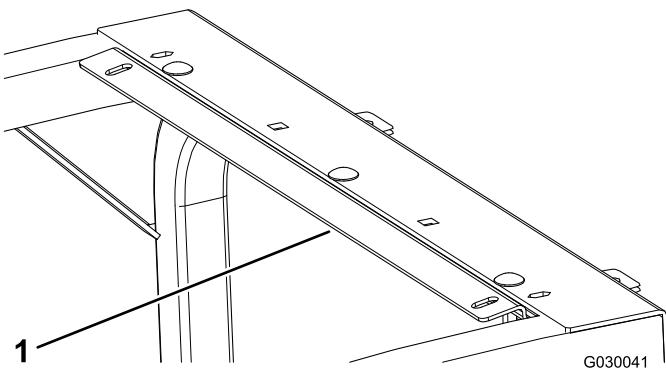

图2
4. 定位后支架，确保 3 个现有托架螺栓正确插入托架中的 3 个插槽中（图2）。